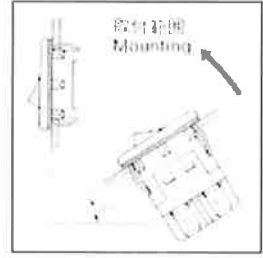

Fig.1.
- 水滴のかかる可能性のある場所で使用する場合は、水平面より35°以上傾けて取付けてください。(Fig.1.参照)
- Panels shall be positioned more than 35° aslant as in Fig. 1. where the switches are to be exposed to possible splash.